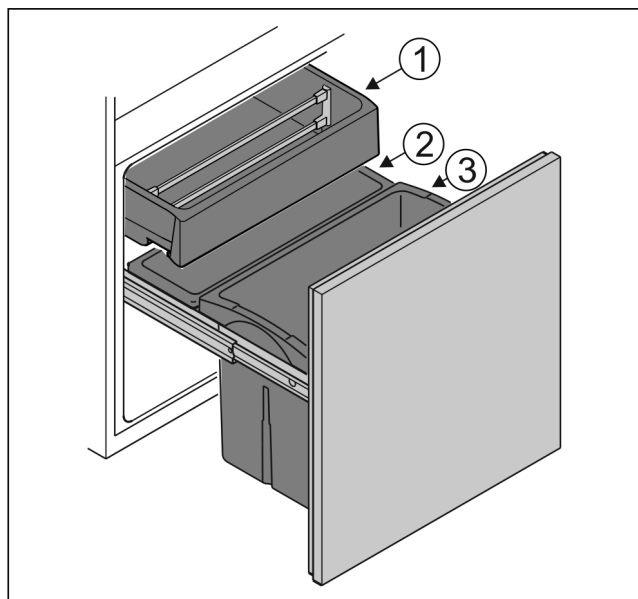

Fig. 6
- ▶ Bac Fig. 6 (1): Conserver les légumes et les fruits tropicaux non emballés.
- ▶ Bac Fig. 6 (2): Conserver les petits fruits et légumes non emballés.
- ▶ Bac Fig. 6 (3): Conserver les bouteilles individuelles.